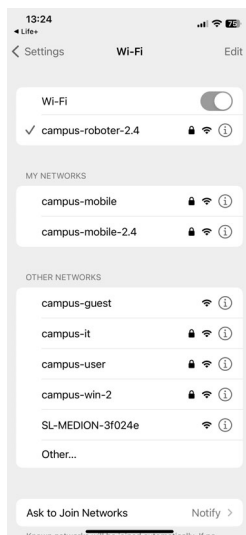

Fig. 8
- ▶ Sélectionnez maintenant sur votre smartphone/tablette sous **AVAILABLE NETWORKS** le réseau du robot aspirateur laveur (fig. 8).